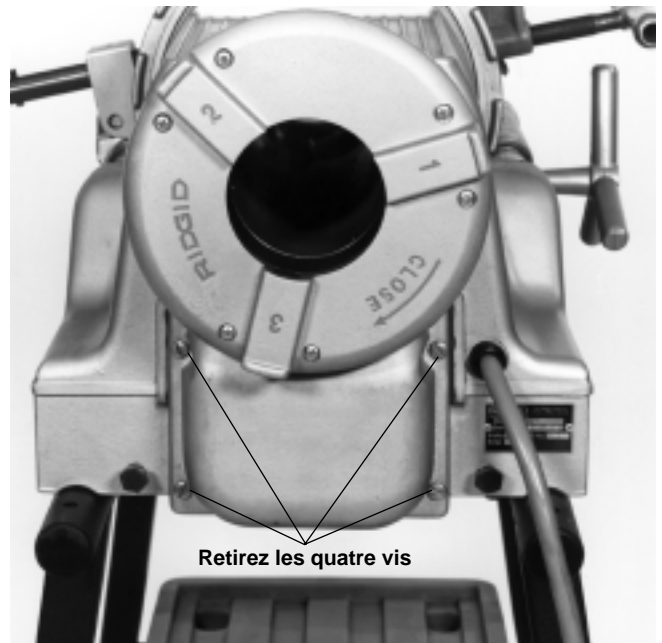

Figure 24 – Vis du carter moteur (4)
2. Enlevez les quatre vis de fixation du carter moteur et retirez le carter (Voir la Figure 24).